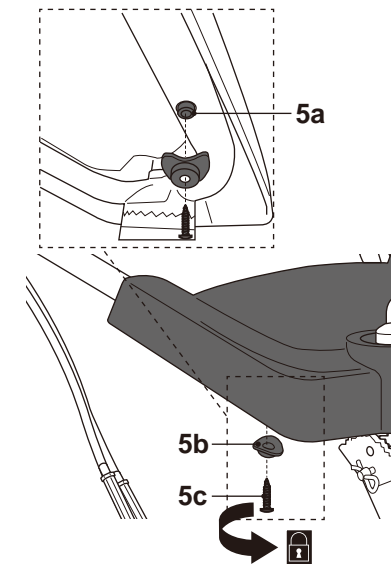

Fig. 11
- > Alinee las arandelas (5b) con los pasadores (5a) y fije la conexión al apretar con firmeza los tornillos (5c) (Fig. 11).